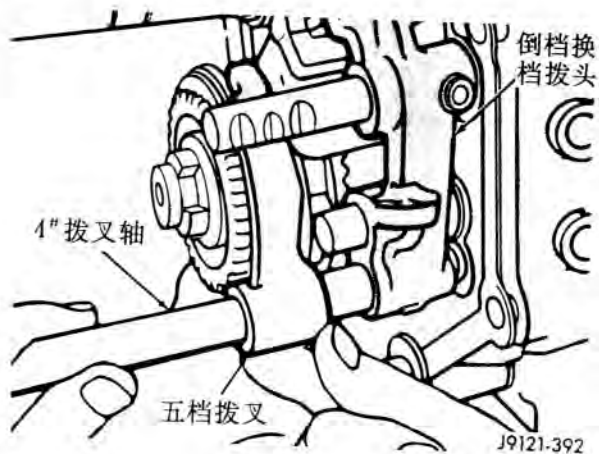

图 87 五、倒档拨叉安装
(16) 在 AX5 上, 把五档齿轮拨叉安装到同步器啮合套上。然后把 4[#]拨叉轴插入拨叉中 (图 87)。